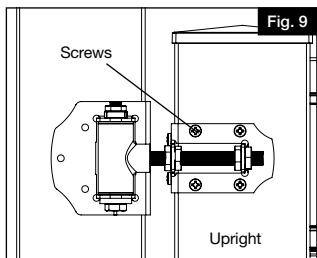

Fig. 9
- Mark and pre-drill $\frac{3}{32}$ " pilot holes on top and bottom upright. Secure using six $1\frac{1}{2}$ " screws (provided with the hinge) to front and side of the upright (Fig. 9). Repeat for the bottom hinge.
- b. Marquer l'emplacement des trous et percer des avant-trous de 3/32 po (2,4 mm) sur le haut et le bas du montant. Fixer la charnière supérieure à l'aide de six vis de 1-1/2 po (38,1 mm) (fournies avec la charnière) (Fig. 9). Répéter l'opération pour la charnière inférieure.